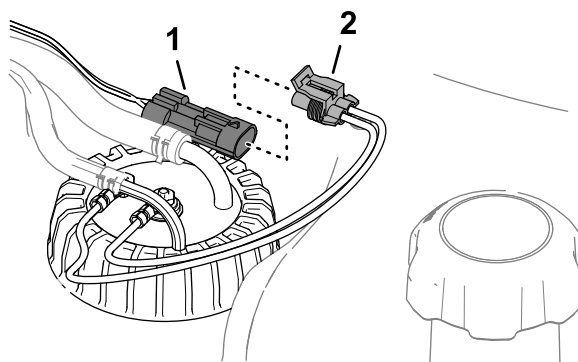

Figura 88
3. Retire el conector hembra de 2 vías del arnés del sensor de combustible del conector de 2 pines del arnés de cables de la máquina (Figura 88).